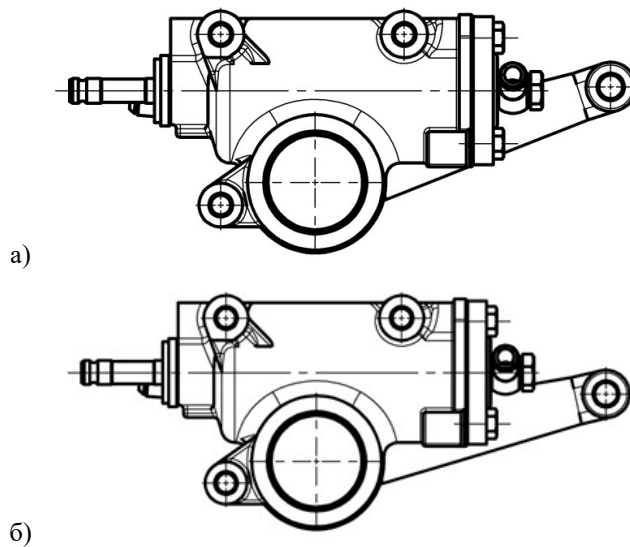

Рис. 6.17. Установка рулевой сошки
5. Установить рулевую сошку на зубчатое зацепление, как показано на Рис. 6.17.